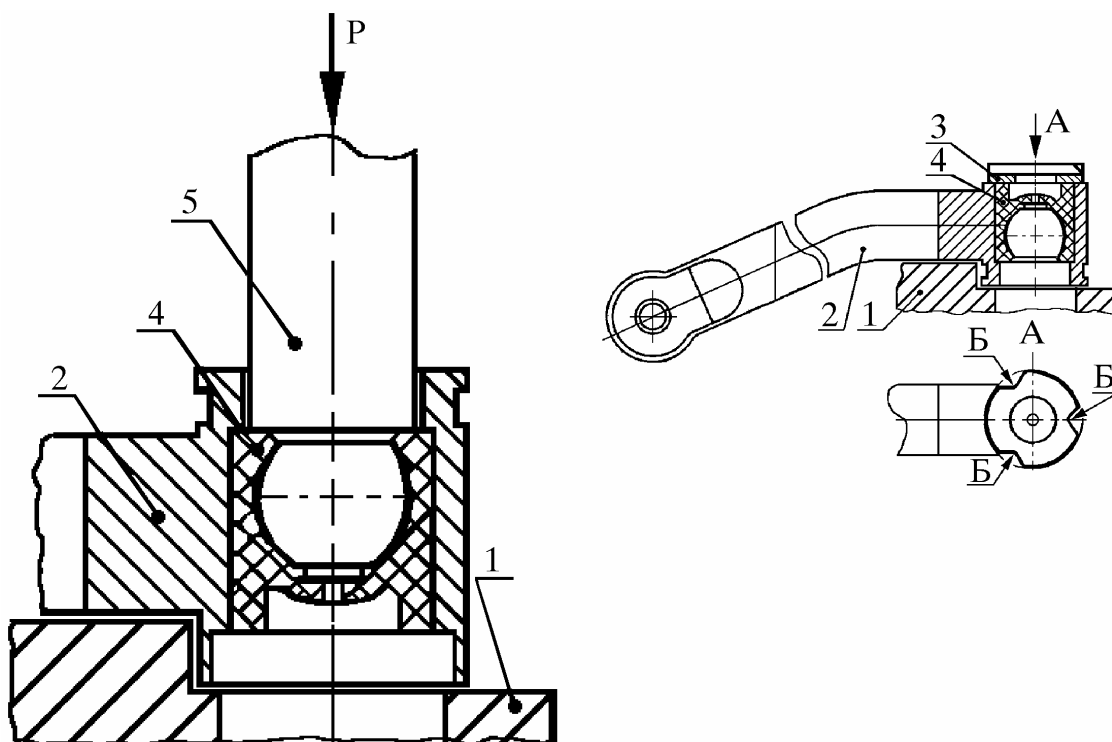

Рис. 5. Разборка тяги механизма управления коробкой передач:
- 3.3. Приспособление и оправка технологические - для выпрессовки штифта крепления поводка (рис. 5).
5.3.1. Установить тягу 2 (рис. 5) механизма управления в сборе в приспособление 1 впадинами "Б" вверх